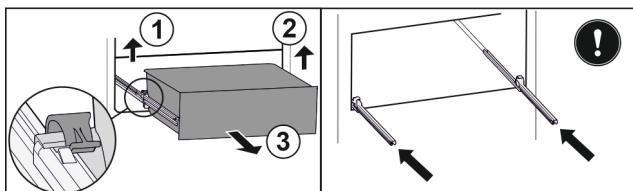

Fig. 66
- Ridicați clemă din stânga și trageți concomitent sertarul din stânga spre înainte. Fig. 66 (1)
- Ridicați clemă din dreapta și trageți concomitent sertarul din dreapta spre înainte. Fig. 66 (2)
- Extragăți sertarul spre înainte. Fig. 66 (3)